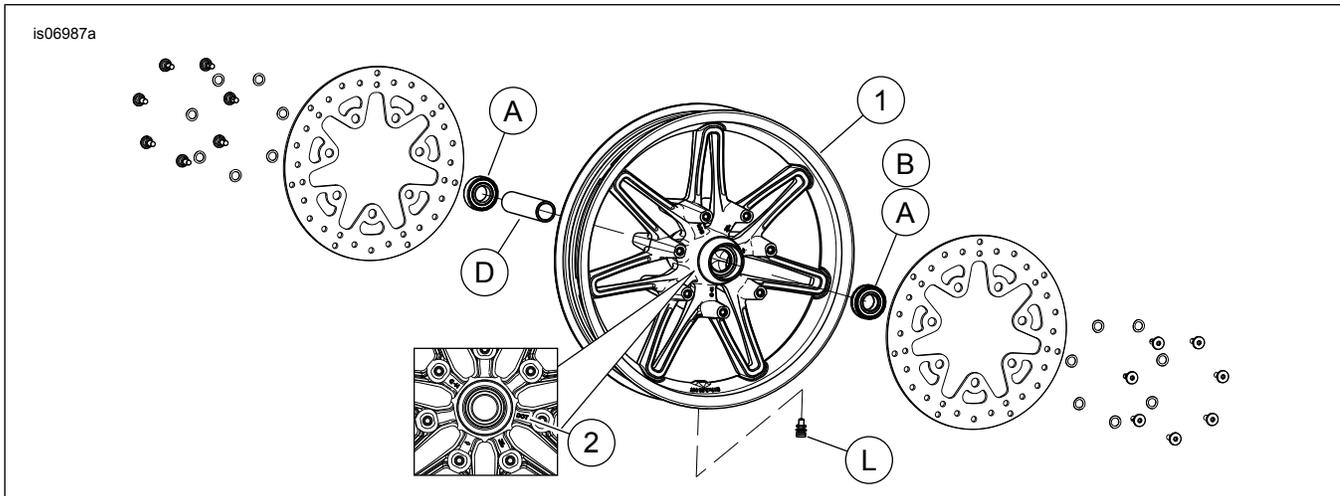

Abbildung 1. Ersatzteile: „Chisel“-Vorderräder (17-Zoll-Rad abgebildet)
Siehe Abbildung 1 und Ersatzteiletabellen.
2. Siehe Abbildung 1. Die Ventilschaft-Baugruppe (L) am Rad anbringen. Siehe Werkstatthandbuch.